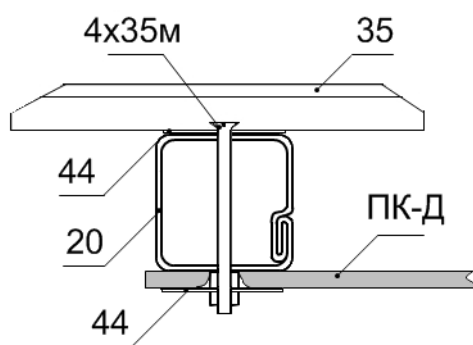

Рис. 17
3.5.3. Вертушок устанавливается с внутренней стороны теплицы на стойке двери №20 (Рис. 17).